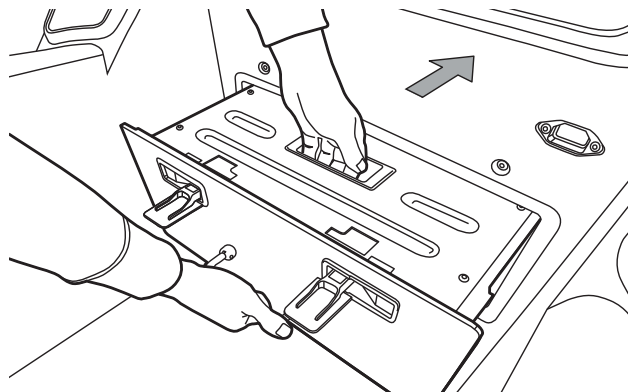

Figura 35: Inserimento del modulo batteria nel Patroller SE-3
2. Accertarsi che le chiusure siano configurate come nella **Figura 35**.